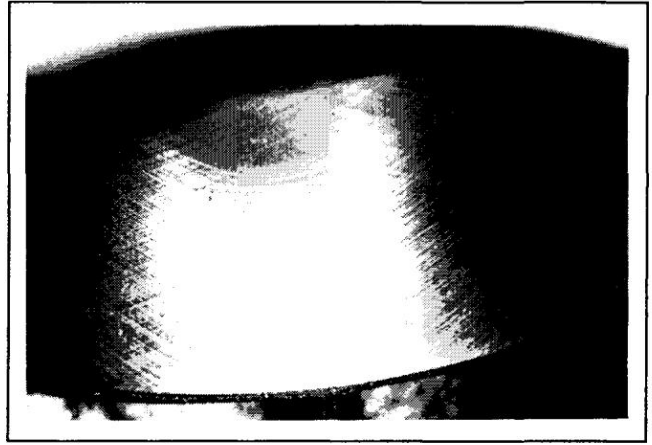

Figure 11-2. Hachures croisées de l'alésage du cylindre après affûtage.
3. Lorsque l'alésage est à moins de 0,0025" de la taille souhaitée, retirez les pierres grossières et remplacez-les par des pierres à polir. Continuez avec des pierres de brunissage jusqu'à 0,0005" de la taille souhaitée, puis utilisez des pierres de finition (grain 220-280) et polissez jusqu'à la taille finale. Des hachures doivent être observées si l'affûtage est effectué correctement. Les hachures doivent se croiser à environ 23° -33° par rapport à l'horizontale. Un angle trop plat pourrait entraîner un saut et une usure excessive des segments, un angle trop élevé entraînerait une consommation d'huile élevée. Reportez-vous à la Figure 11-2.